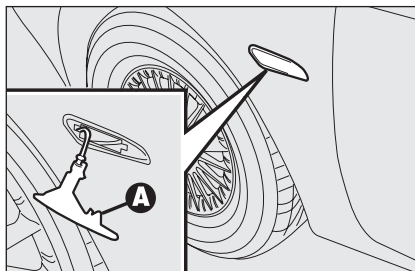
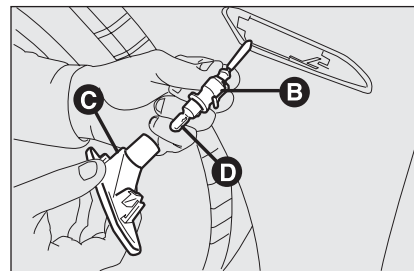

fig. 30
fig. 31
- spingere a mano il trasparente nel senso contrario alla direzione di marcia della vettura in modo da comprimere la molletta di fissaggio **A-fig. 30**. Liberare la parte anteriore ed estrarre il gruppo;
- ruotare in senso antiorario il portalampada **B-fig. 31** ed estrarlo dal trasparente **C**.
- inserire il portalampeada **B-fig. 31** nel trasparente **C** quindi posizionare il gruppo verificando lo scatto della molletta di fissaggio **A-fig. 30**.